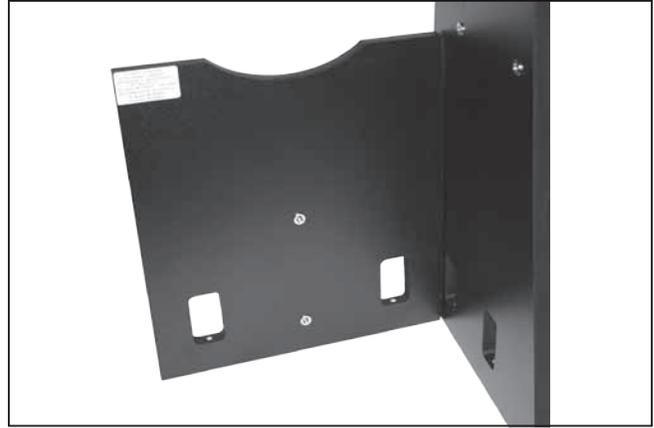

Figure 8. Fixez le panneau avant aux deux panneaux latéraux.
2. Fixez les panneaux latéraux au panneau avant (**figure 8**). Utilisez pour cela les vis à six pans à pas rapide. Il existe des avant-trous (sans bague métallique) qui permettent d'aligner ces pièces. Orientez les panneaux latéraux de manière à ce que l'étiquette ovale XTg soit tournée vers l'extérieur. Orientez le panneau avant pour que les avant-trous pour la poignée et le porte-oculaire soient tournés vers l'extérieur. Le panneau latéral gauche est celui avec le moteur. Le montage requiert six vis au total (trois de chaque côté). Commencez par insérer les vis en les tournant à la main pour s'assurer qu'elles restent droites. Lorsque vous commencez à rencontrer de la résistance, utilisez la clé hexagonale de 4 mm pour terminer. Ne serrez pas encore